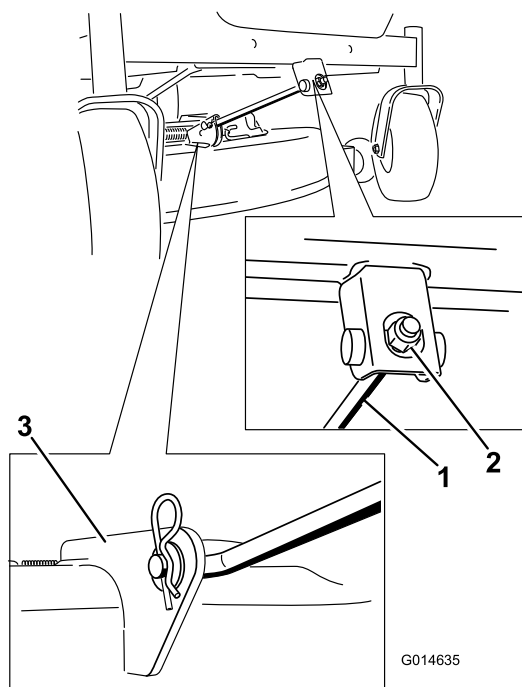

Figure 71
5. Retirez la goupille fendue de la tige de support avant et déposez la tige du support de plateau (Figure 71).
6. Fixez la tige de support avant au plateau de coupe à l'aide de l'axe de chape et de la goupille fendue (Figure 71).